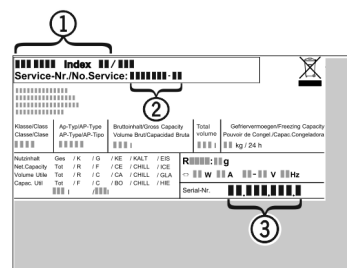

Fig. 13
- ▶ Прочетете от идентификационната табелка описанието на уреда Fig. 13 (1), сервизния № Fig. 13 (2) и серийния № Fig. 13 (3). Идентификационната табелка се намира на лявата вътрешна стена на уреда.
- ▶ Обадете се на сервизната служба и посочете неизправността, описанието на уреда Fig. 13 (1), сервизния № Fig. 13 (2) и серийния № Fig. 13 (3).